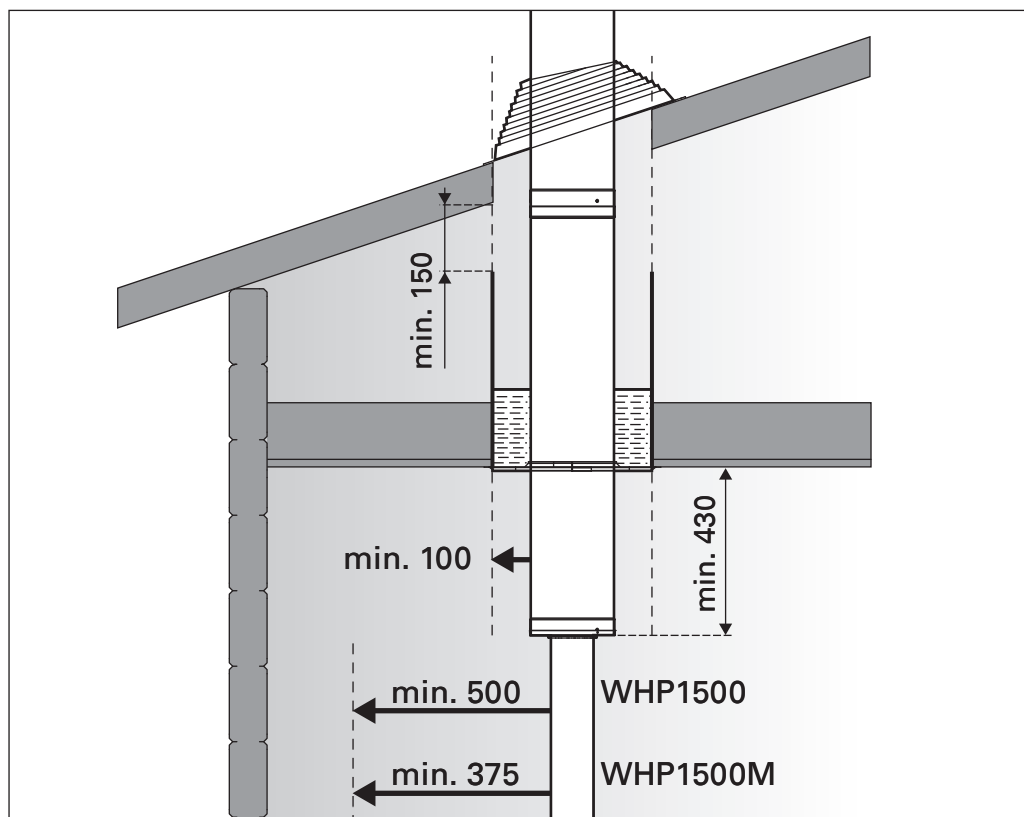

Рисунок 2. Безопасные расстояния (все размеры приведены в миллиметрах)
- Безопасное расстояние между воспламеняющимися конструкциями и внешней стальной рубашкой дымохода должно составлять не менее **100 мм**. Рисунок 2.
- Если в начальной части дымохода была использована промежуточная труба без изоляции, безопасное расстояние между данным участком дымохода и воспламеняющимися конструкциями, согласно требованиям пожарной безопасности, возрастает до **375 мм** (WHP1500M) или **500 мм** (WHP1500). Рисунок 2.
- Необходимо учитывать, что в помещении участок видимой изолированной трубы должен составлять не менее **430 мм**. Рисунок 2.